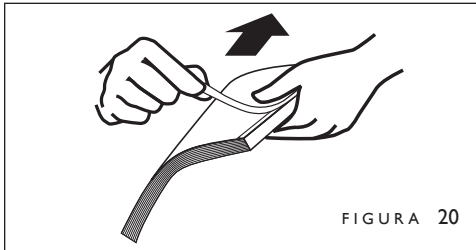

FIGURA 20
5. Despegue el papel protector delgado adherido al frente del bloque de páginas (figura 20).